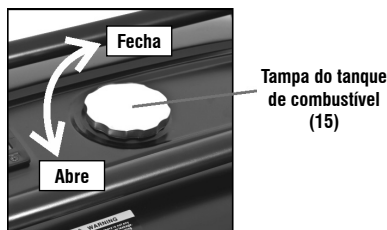

Fig. 10 – Tampa do tanque
- Abra a tampa do tanque (fig. 10);
- Feche a tampa do tanque (fig. 10);